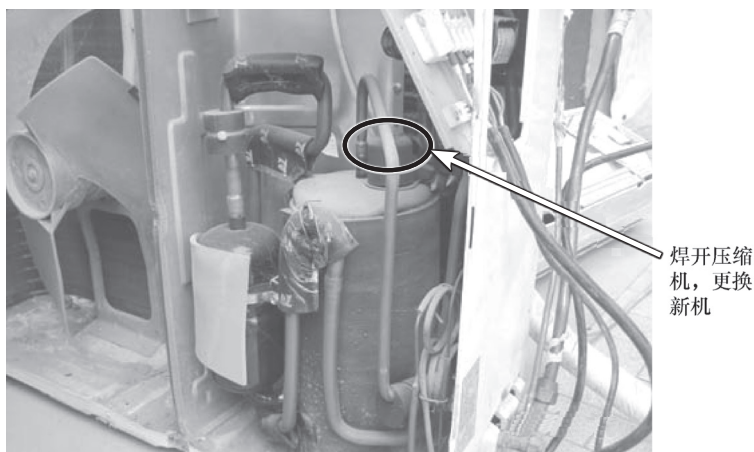

图 6-31 取下压缩机
5) 更换压缩机，顶空加制冷剂试机，制冷正常。如图 6-31 所示。